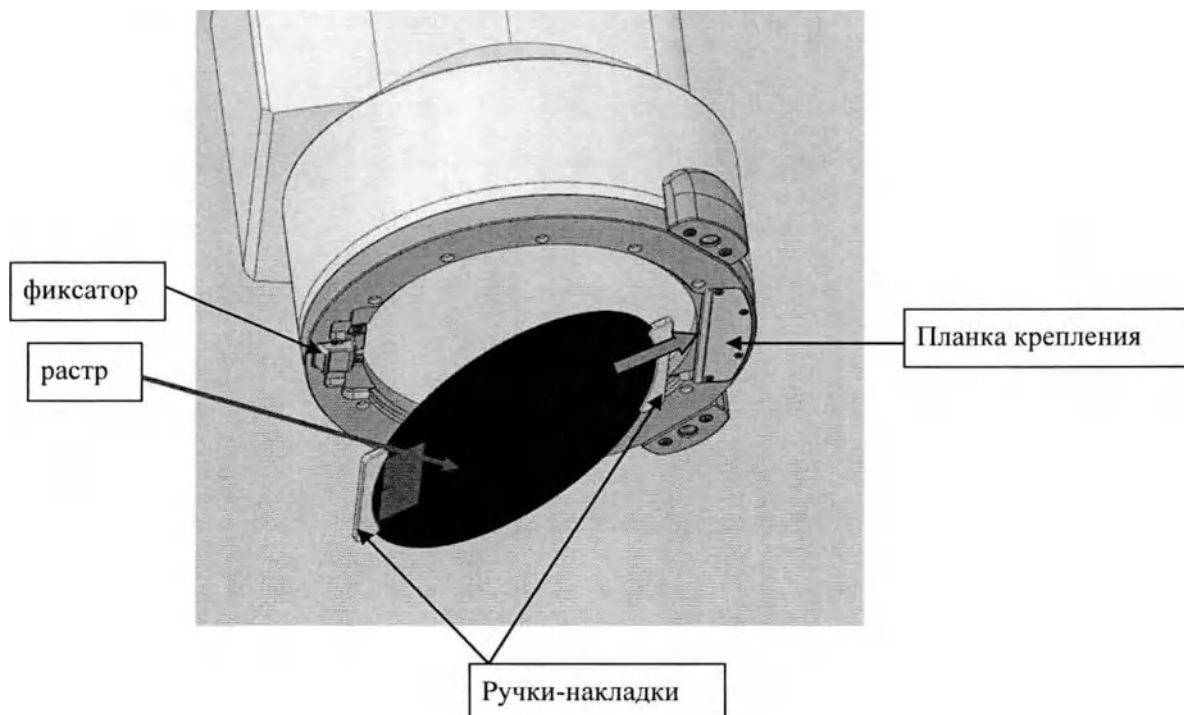

Рисунок 6.8
1. Возьмите растр за ручки-накладки. Вставьте растр под углом так, чтобы ручка-накладка была заведена под планку крепления, как показано на рисунке (см. Рисунок 6.8).